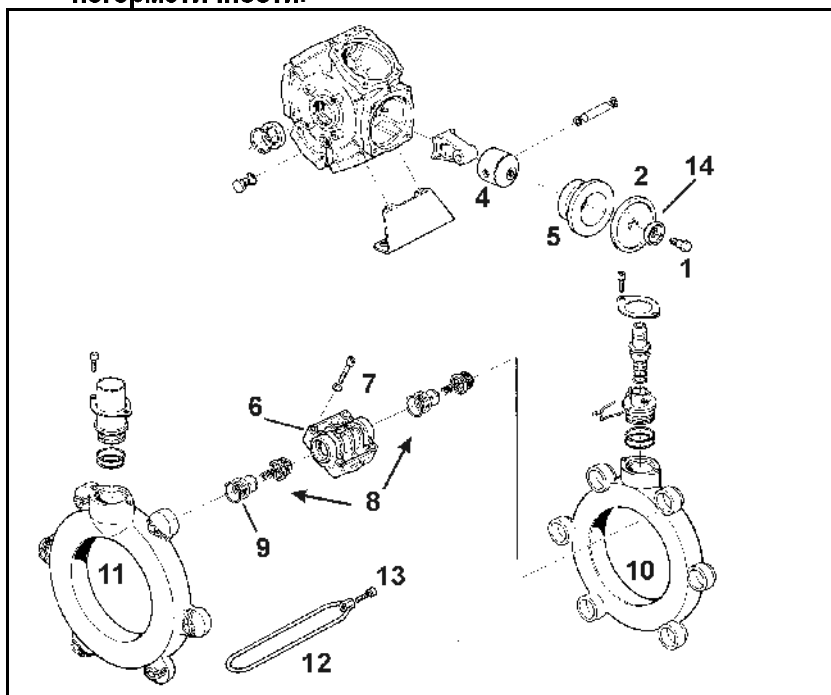

Рис. 150
- Поршковую мембрану (Рис. 150/3) закрепите стопорной шайбой (Рис. 150/1) и болтом (Рис. 150/4), на поршне (Рис. 150/14) таким образом, чтобы край (Рис. 150/6) указывал в сторону головки цилиндра.
- Болты (Рис. 150/13) необходимо затягивать обязательно в крестообразной последовательности с заданным моментом затяжки. Неправильная затяжка болтов приведет к деформации и вследствие этого к негерметичности.
1. Открутите болт (Рис. 150/1) и снимите поршковую мембрану (Рис. 150/2) вместе со стопорной шайбой (Рис. 150/3) с поршня (Рис. 150/4).
3. Извлеките цилиндр (Рис. 150/5) из корпуса насоса.
6. Снова вставьте цилиндр (Рис. 150/5) в корпус насоса.
7. Установите поршковую мембрану (Рис. 150/2).
8. Прифланцуйте головку цилиндра (Рис. 150/6) к корпусу насоса и равномерно затяните болты (Рис. 150/7) в крестообразной последовательности.
9. После проверки и чистки группы вентилей (Рис. 150/8) установите снова.
10. Вставьте новые уплотнительные кольца круглого сечения (Рис. 150/9).
11. Напорный (Рис. 150/10) и всасывающий канал (Рис. 150/11) прифланцуйте к корпусу насоса и установите стяжной хомут (Рис. 150/12).
12. Болты (Рис. 150/13) затяните крестообразно с моментом затяжки **11 Нм**.